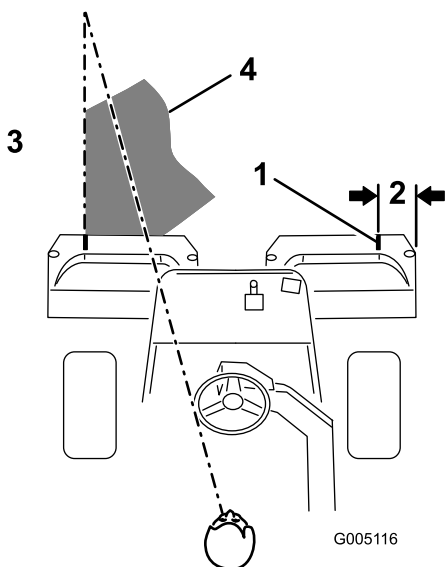

Рисунок 25
**Примечание:** Чтобы машина всегда двигалась по грину строго по прямой с сохранением равных интервалов от края предыдущей скошенной полосы, создайте воображаемый ориентир примерно 1,8–3 м перед машиной на краю нескошенной части грина (Рисунок 25). Используйте как часть ориентира наружный край рулевого колеса, т.е. удерживайте край рулевого колеса совмещенным с точкой, которая всегда находится на одном и том же расстоянии от переднего края машины.